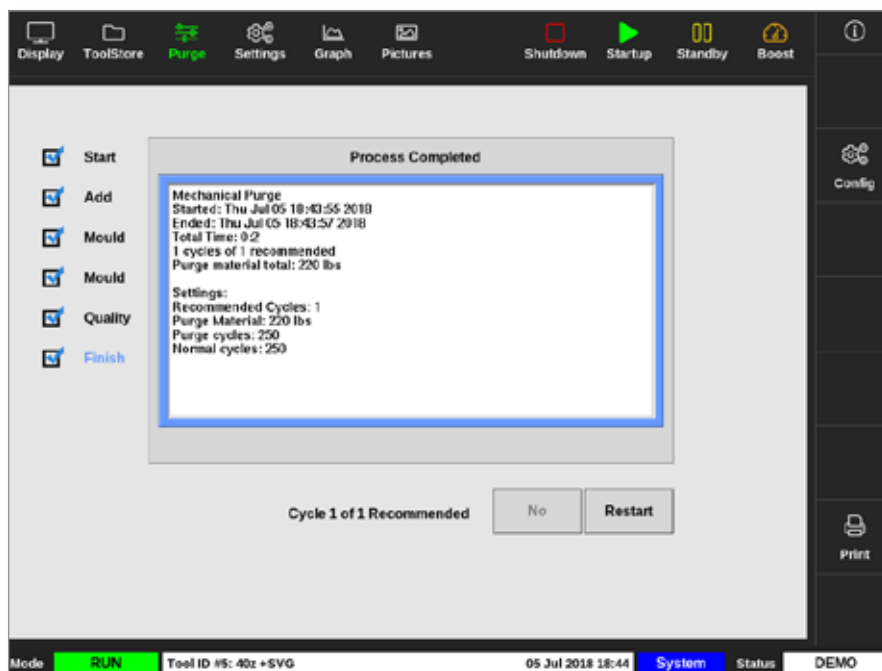

Figura 6-9 Schermata di riepilogo Mechanical purge (Pulizia meccanica)
6. Finish (Fine): il sistema visualizza una schermata di riepilogo. Vedere la Figura 6-9.